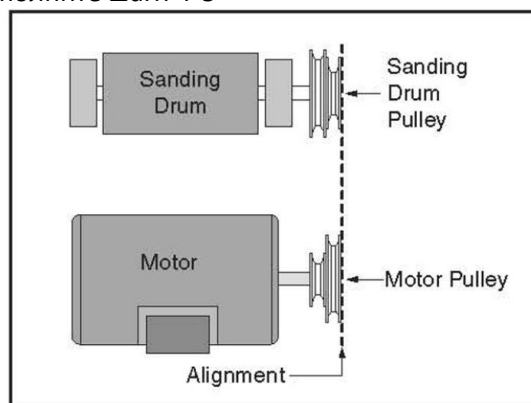

Рисунок 37. Правильное выравнивание шкива для оптимальной передачи мощности.
3. Глядя сверху, посмотрите вниз на внешнюю поверхность шкивов, чтобы увидеть, параллельны ли шкивы и выровнены ли они друг с другом (см. рис. 37).